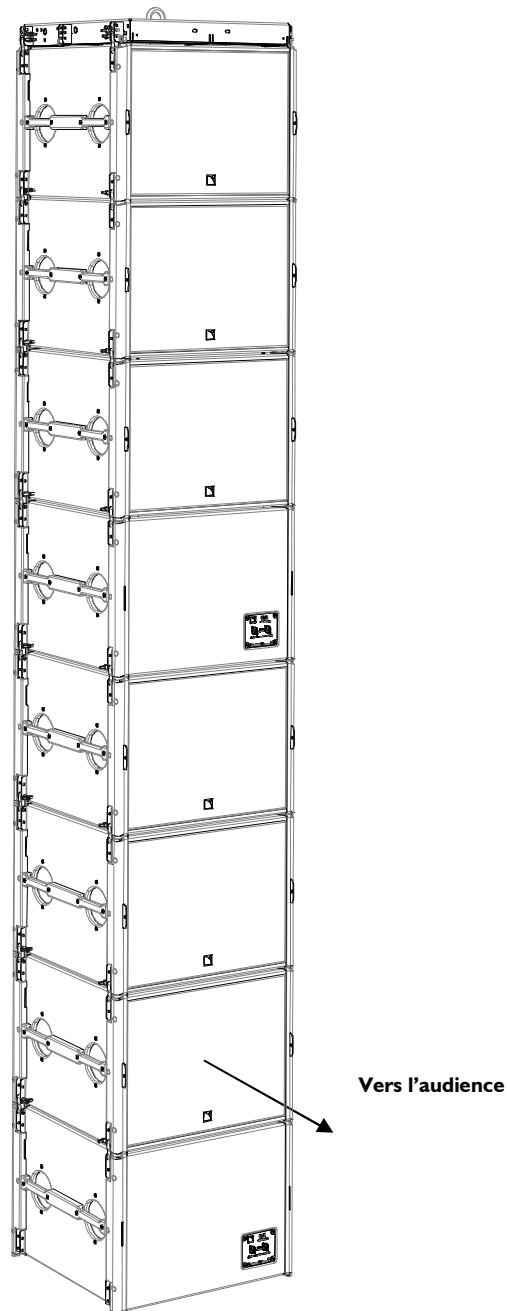

Figure 31 : Exemple de ligne SB18 homogène (option d'accrochage 0 [9.2.1])
10. S'il est prévu de monter une ligne SBI8 homogène, appliquer la dernière procédure suivante (voir aussi Figure 31):